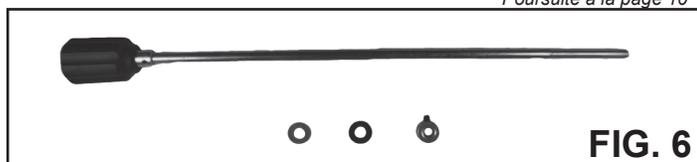

FIG. 6
2. Retirez le collier et la laveuse à ressort de la barre d'ajustement de la table d'alimentation (#119). FIG. 6